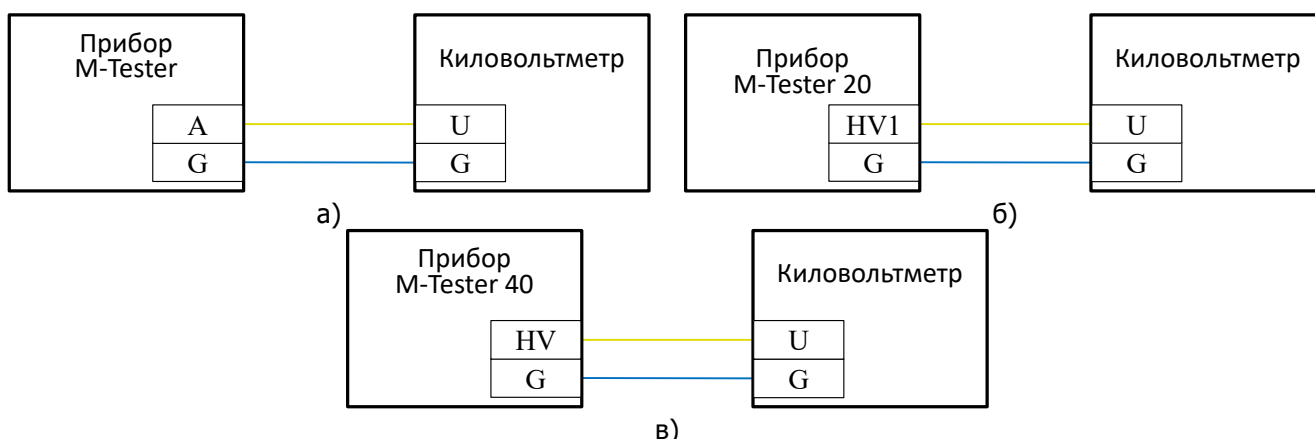

Рисунок 9.13 – Схема измерения напряжения постоянного тока высоковольтного источника питания прибора
- M-Tester – на клемме «А» (рисунок 9.13, а);
- M-Tester 20 – на клемме «HV1» (рисунок 9.13, б);
- M-Tester 40 – на клемме «HV» (рисунок 9.13, в).